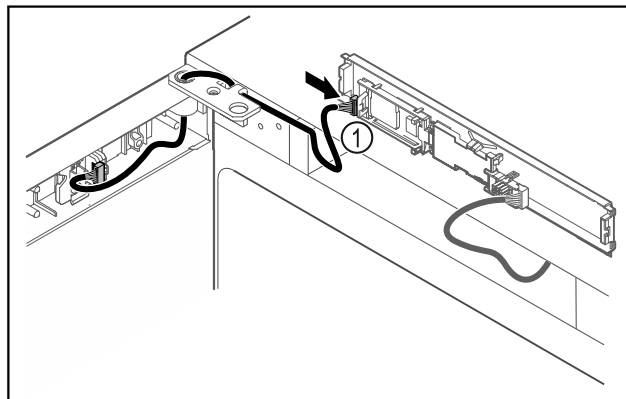

Fig. 46
- Включете щекера Fig. 46 (1) на платката.